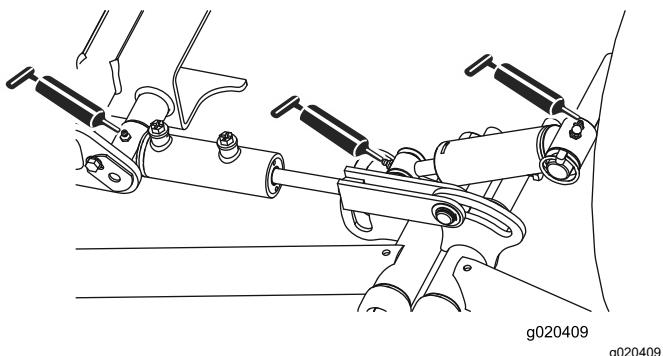

Figura 46
- Pivotes y cilindros de elevación de los brazos de elevación delanteros (3 en cada); consulte Figura 46.